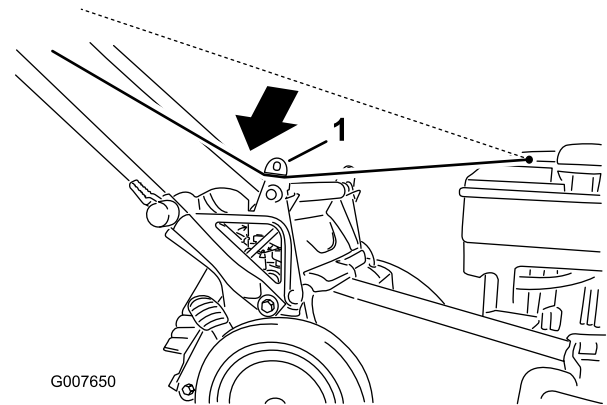

Figure 1
1. Faites passer le câble du lanceur autour du guide inférieur (Figure 1).